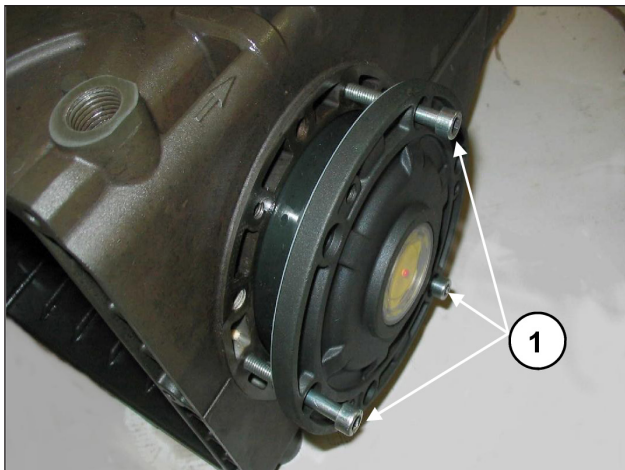
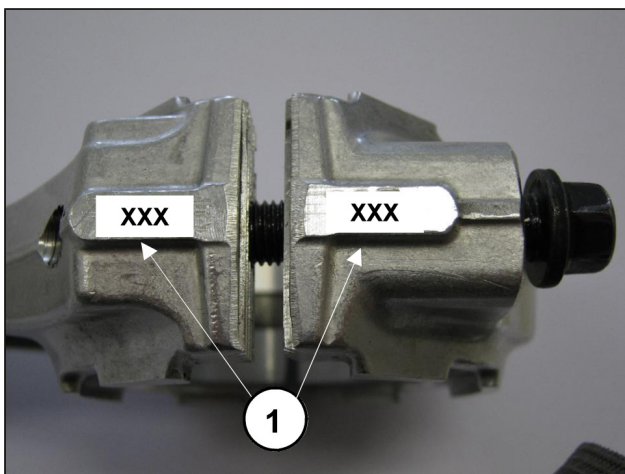

Рис. 8
Рис. 9
Для упрощения ввода первого участка и установки крышек на картер рекомендуется использовать 3 винта М6 х 40 с неполной резьбой (Рис. 8, поз. ①), завершая операцию с помощью винтов, входящих в комплектацию (М6х18).
- Соедините головки шатуна с соответствующими стержнями, руководствуясь номерами (Рис. 9, поз. ①).
Для приближения двух боковых крышек к картеру можно использовать 3 винта М6х40 для первой фазы ориентации, как показано на Рис. 8, и винты, предусмотренные для окончательного закрепления.
После снятия боковых крышек, как указано в п. 2.1.1, снимите внешнее кольцо подшипников из соответствующих крышек и внутреннее кольцо вместе с оставшейся частью подшипника с обоих концов вала с помощью обычной выколотки или подобного инструмента, как показано на Рис. 8 и Рис. 9.